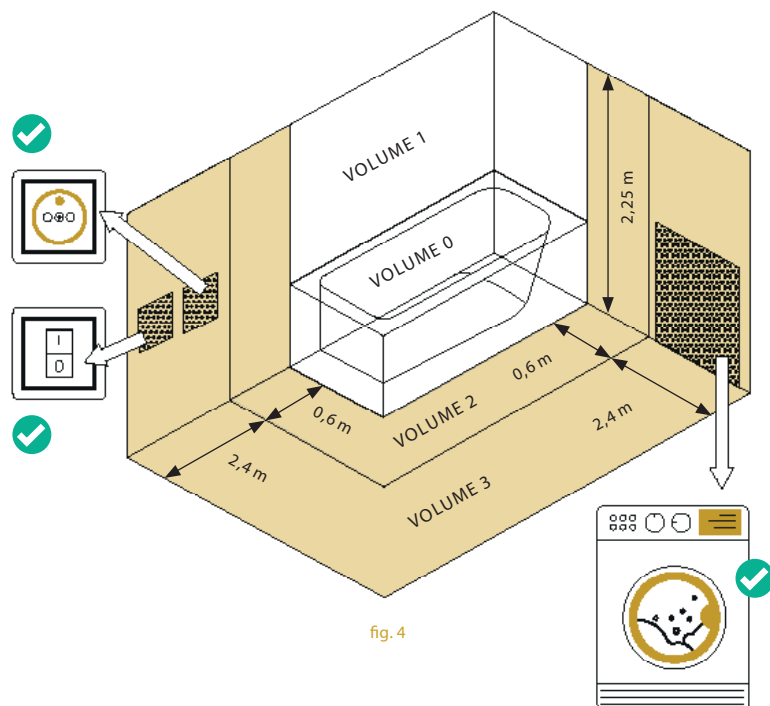

fig. 4
- Vochtige lokalen worden opgedeeld in VOLUMES 0, 1, 2 en 3. Deze beschermingsvolumes tonen aan op welke minimumafstand elk type elektrisch toestel geplaatst mag worden. zie fig. 4